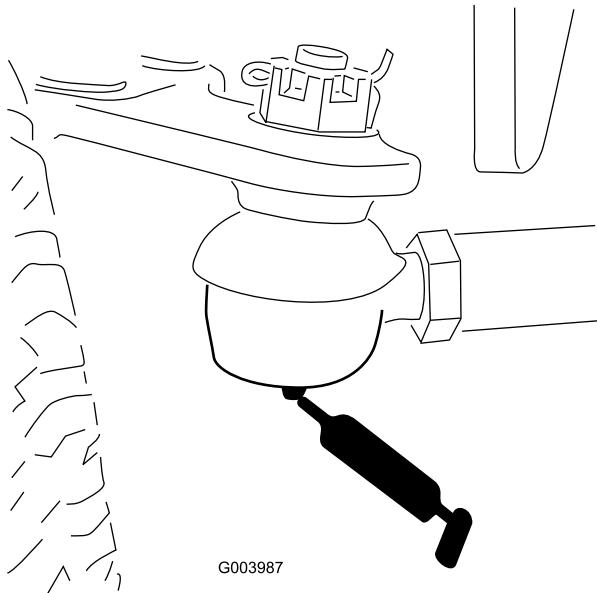

Figura 40
- Tirante del eje trasero (2) (Figura 40)